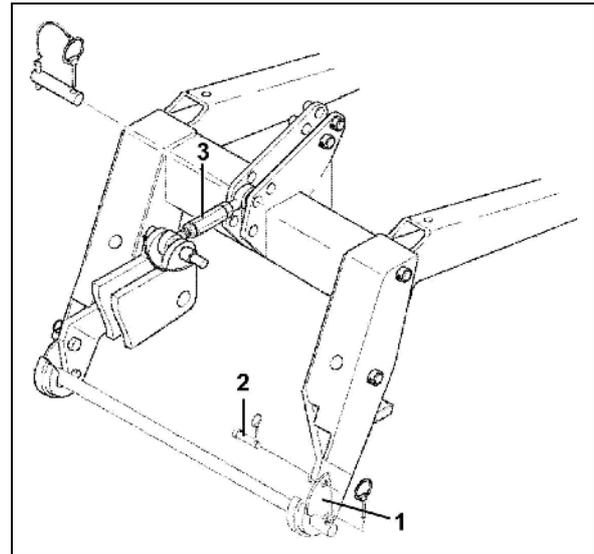

Fig. 62
2. Une fois l'opération d'attelage réalisée, glissez les éclisses de sécurité (Fig. 62/1) par dessus les pitons d'attelage des bras inférieurs d'attelage et brochez en sécurité chacune des éclisses de sécurité à l'aide d'un axe (Fig. 62/2) que vous goupillez.
3. Brochez le tirant supérieur court (Fig. 62/3) sur le point d'articulation supérieur du semoir et sur le Portacourt (Fig. 62/4) en utilisant l'axe $\varnothing 25 \times 100$ mm.